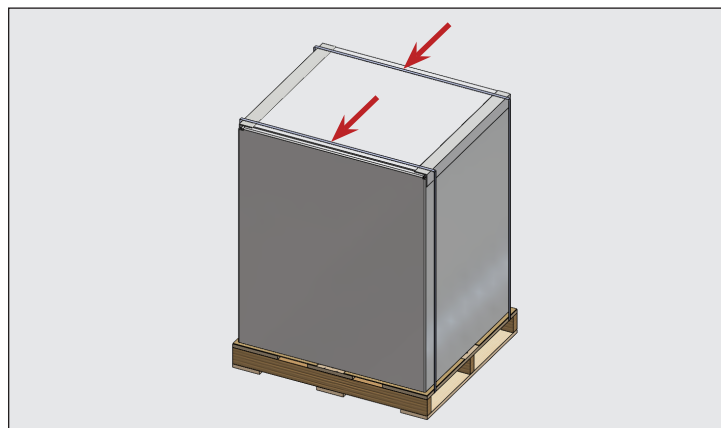

Рис. 1. Контейнер для хранения льда в упаковке. Разрезать указанные упаковочные ленты.
2. Разрезать упаковочные ленты. См. рис. 1.